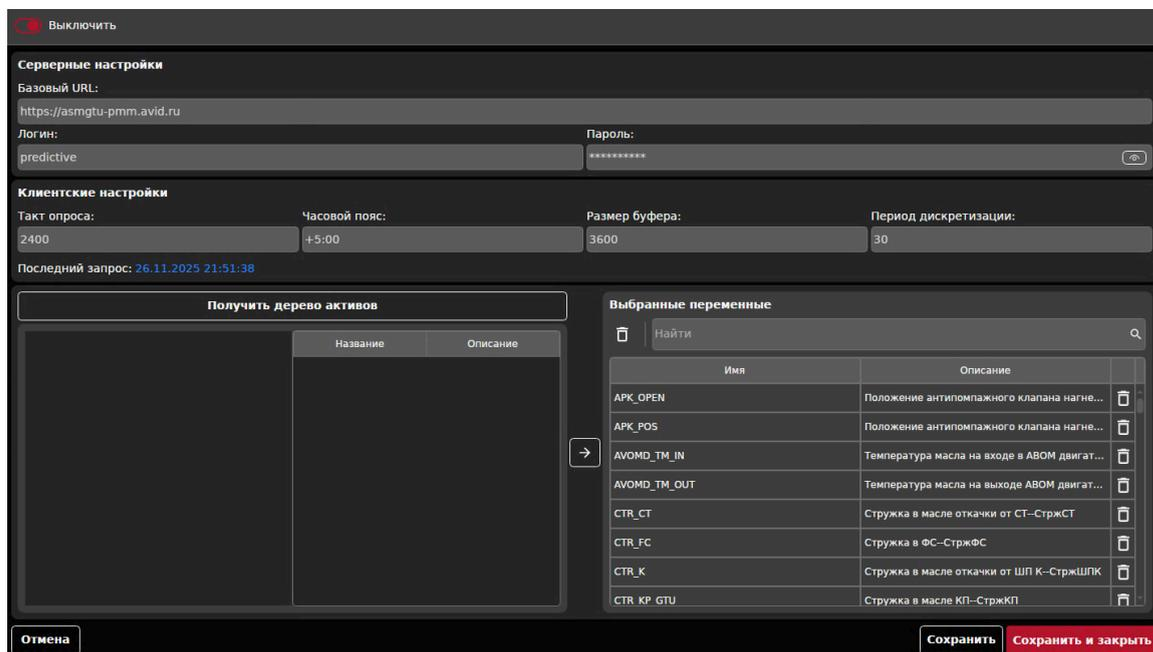

Рисунок 4.2 – Окно настройки источника «Клиент Ctr2Go»
- 3) Для настройки тегов источника данных «Клиент Ctr2Go» выполните двойной клик мыши на созданном источнике при этом откроется окно настройки источника (рисунок 4.2).